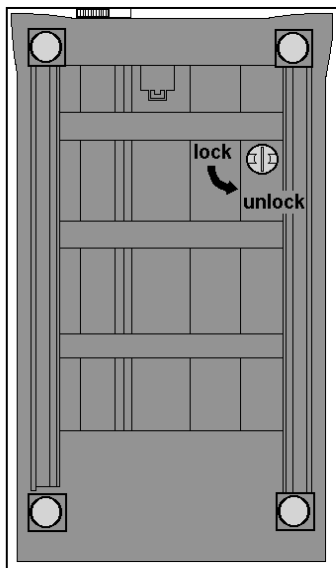

Figura 2: Disattivazione del secondo dispositivo di blocco per il trasporto
2. Il secondo dispositivo di blocco è situato sul lato inferiore dello scanner (vedere la figura 2). Per sbloccarlo, girare la manopola in senso antiorario in corrispondenza della sigla (unlock).